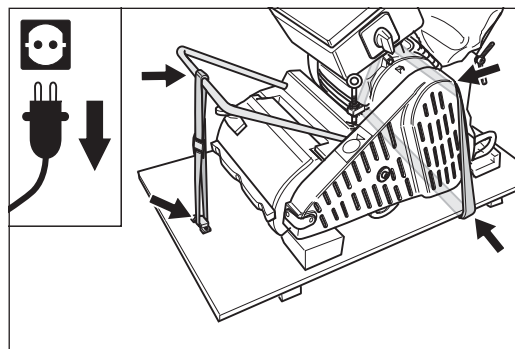

Abb. 47 Transport oder Lagerung der Maschine auf dem Unterteil der Transportkiste.
- **Für den Transport oder die Lagerung der Maschine können Sie die Maschine auch auf dem Unterteil der mitgelieferten Transportkiste mit zwei Gurten fest verschnüren (Abb. 47)!** So werden Beschädigungen an der Schleifwalze und an den Rädern (Unrundheit) vermieden!
**Für die Lagerung der Maschine über einen längeren Zeitraum stellen Sie die Maschine auf das Unterteil der mitgelieferten Transportkiste (Abb. 47)! So werden Beschädigungen an der Schleifwalze und an den Rädern (Unrundheit) vermieden!**